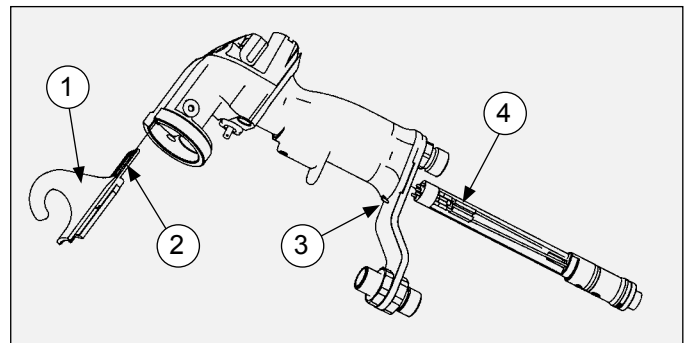

Figura 33: Remoção do conjunto do gancho e tampão
11. Coloque as seis (6) anilhas de mola no eixo com as primeira, terceira e quinta com o lado côncavo (copo) virado para a frente. A segunda, quarta e sexta devem ter o lado côncavo virado para trás (consulte a Figura 33).
► Todas as seis (6) anilhas **TÊM** de ser substituídas alternadamente como se mostra na Figura 33 ou o aplicador vai funcionar mal.